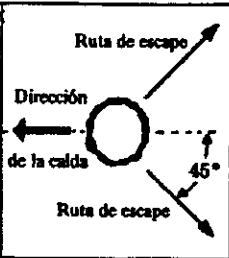

Figura 19
- Planee una ruta de escape en dirección opuesta y en diagonal de la línea de caída del árbol. Figura 19.